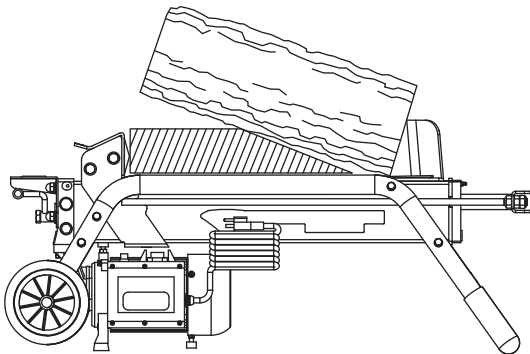

Figura 5
2. Una vez que el impulsor de leños se detenga completamente en su posición inicial, inserte una cuña de madera bajo el leño atascado. **(CONSULTE LA FIGURA 5)**